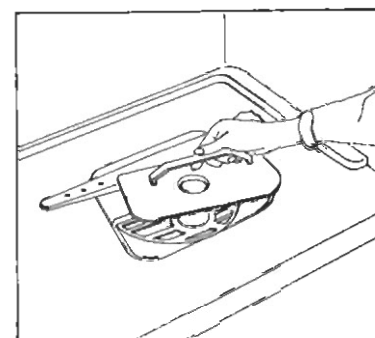

Fig. 21
- 2) Togliere la griglia mobile (Fig. 21).
- 2) Remove the mobile grill (Fig. 21).
- 2) Ôter la grille mobile (Fig. 21).
- 2) Quitar la rejilla extraíble (Fig. 21).
- 2) Levantar a grelha móvel (Fig. 21).